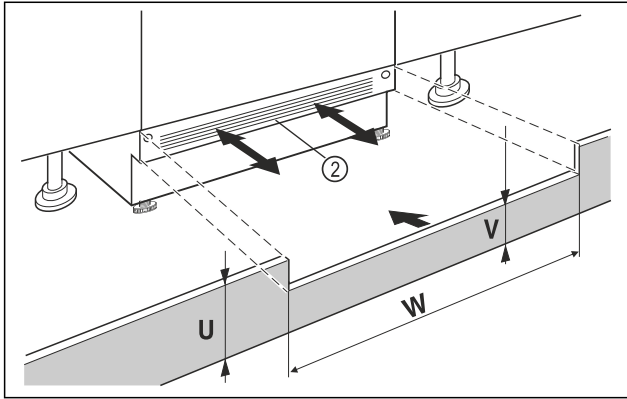

Fig. 40 Przykładowa prezentacja
- ▶ Założyć listwę maskującą cokół urządzenia Fig. 40 (2), ale jeszcze nie mocować.
- ▶ Przy widocznej listwie maskującej cokół Fig. 40 (2) pociągnąć ją przodu, tak by przednia krawędź kratki wentylacyjnej oraz listwy maskującej cokół tworzyły jedną płaszczyznę.
- ▶ Przy zakrytej listwie maskującej cokół Fig. 40 (2), przesunąć listwę całkowicie do tyłu.
- ▶ Zwrócić uwagę na to, by kratki wentylacyjne były odstępnięte: W razie potrzeby wysokość listwy maskującej cokół Fig. 40 (U) można dopasować!
- ▷ Na całej szerokości wnęki Fig. 40 (W) należy dopasować wysokość podstawy Fig. 40 (V) pod listwą maskującą cokół urządzenia Fig. 40 (2).